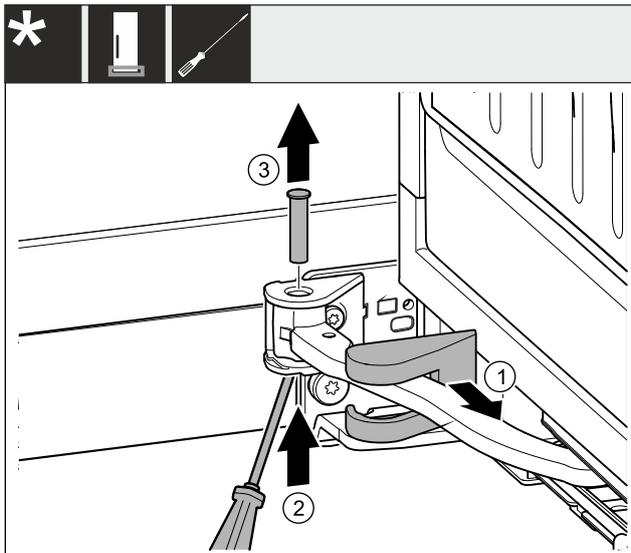

Fig. 6
► Lagerbockabdeckung abziehen und entlang des Gelenks verschieben. *Fig. 6 (1)*
► Bolzen mit Finger oder Schraubendreher von unten anheben. *Fig. 6 (2)*
► Mit Schraubendreher unter den Bolzenkopf fahren und herausziehen. *Fig. 6 (3)*